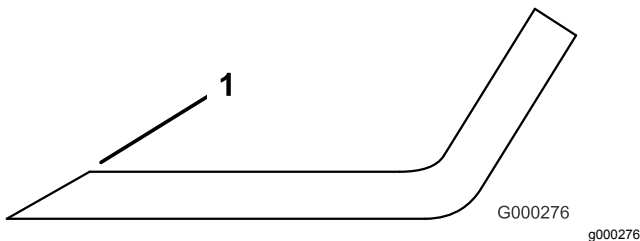

Figura 80
1. Affilate i taglienti da entrambe le estremità della lama con una lima (Figura 80). Rispettate l'angolazione originale. La lama conserva il proprio equilibrio soltanto se viene rimossa una quantità uguale di materiale da entrambi i taglienti.